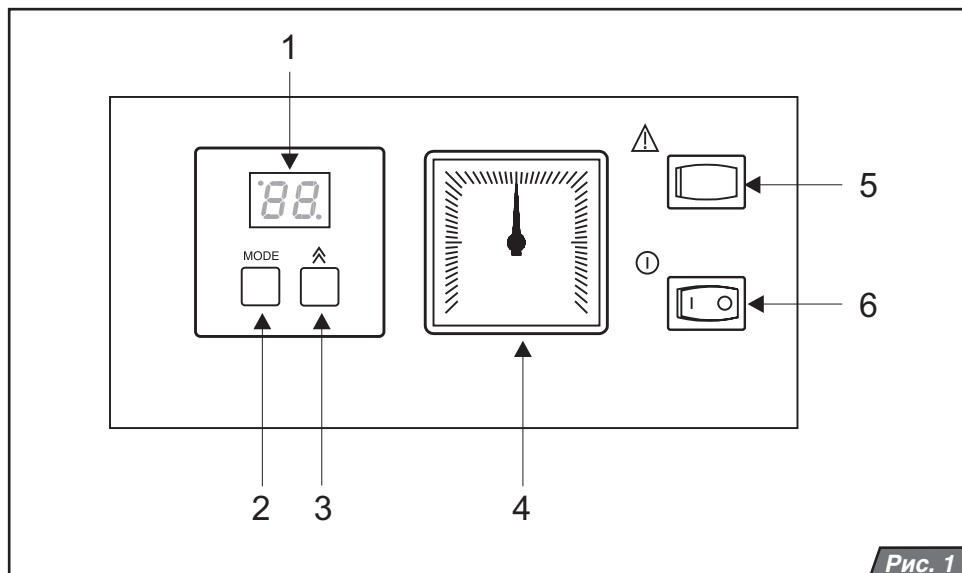

Рис. 1
Главный выключатель (рис.1, поз.6) предназначен для включения и выключения котла. Он располагается в правой части панели управления.
Описание элементов управления (рис. 1):
В случае, если к котлу не был подключен датчик температуры накопительного бака ГВС, нажмите кнопку MODE 1x (рис.1, поз.2). Если
Давление ОВ в котле постоянно изображается на манометре (рис.1, поз.4).
ПЛАМЕНИ. Подобная блокировка может возникать в тех случаях, когда, находясь в режиме открытого газового клапана, автоматика зажигания не получает обратный сигнал о наличии пламени от ионизационного электрода. Котел отключится, и на дисплее высветится F1. Данная неисправность может быть вызвана также срабатыванием элементов безопасности – аварийного термостата и термостата продуктов сгорания. Низкое давление газа на входе (менее 8мм.вод.ст.), неправильное электрическое подключение (перепутаны местами фаза и ноль) тоже могут быть причиной потери пламени. Для разблокирования неисправности нажмите кнопку RESET (рис.1, поз.6). Если неисправность не удается устранить с помощью кнопки RESET, обратитесь в сервисную организацию.
3. давление ОВ находится в допустимых пределах 1 – 2 бар. Установите главный выключатель (рис. 1, поз. 7) в позицию ВКЛЮЧЕНО (I). Котел включится и начнет нагрев водопроводной воды в бойлере. После нагрева ГВС котел переключится на режим отопления (при условии, что настроен термостат ОВ и от регулятора отопления поступил сигнал на отопление). В случае защитного отключения котла на панели управления появится сообщение о
неисправности (см. „Сообщения об ошибках“, стр.8) . С помощью кнопки RESET (рис. 1, поз. 6) разблокируйте котел. Если, после включения, защитное отключение повторится, или невозможно будет произвести разблокировку котла, обратитесь в сервисную организацию.